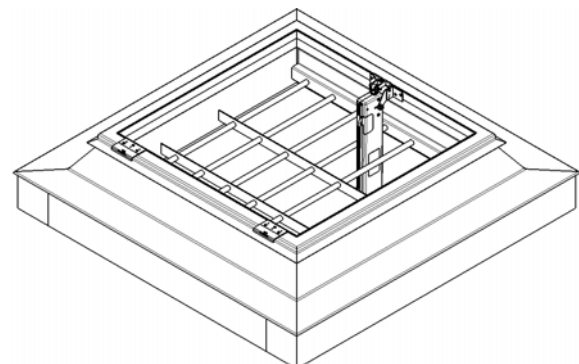

Bild 3
4. Die Lichtkuppel / Aufsetzkranz wird ausgerichtet und entsprechend der Montageanleitung befestigt. (Bild 3)